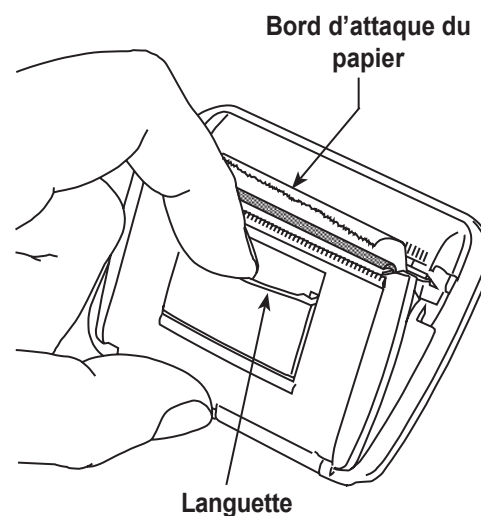

Figure 12
1. Retirez le couvercle de l'imprimante en tirant sur la languette tel qu'indiqué sur la Figure 12.
8. Placez l'imprimante dans son emplacement sur le panneau de commande. Appuyez la face de l'imprimante contre le panneau de sorte à ce que les faces soient parallèles, orientée de sorte à ce que le papier sorte par le haut de l'imprimante, comme illustré sur la figure 12.